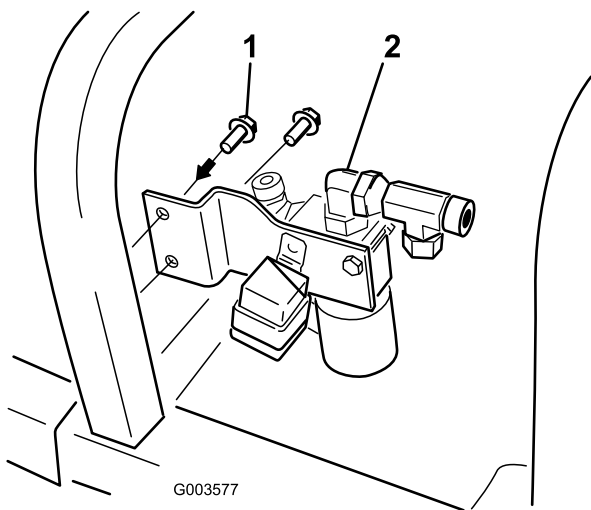

図 12
7. 機体フレームにバルブブラケットを取り付ける；タッピングボルト (9/32 x 3/4 インチ) 2本を使用する (図 12)。